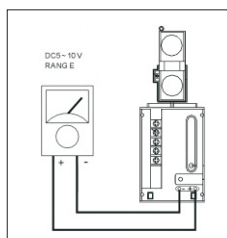

Figura 4
2. Para obter o ajuste fino é necessária a utilização de um voltímetro na escala de 0 ~ 10VDC que deve ser conectado nos pontos + e - do monitor de alinhamento conforme a figura 4: